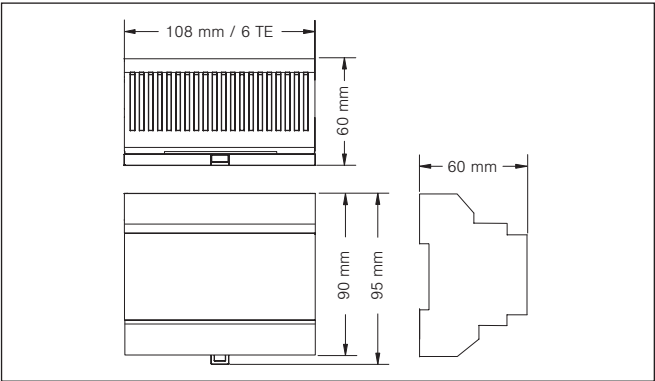
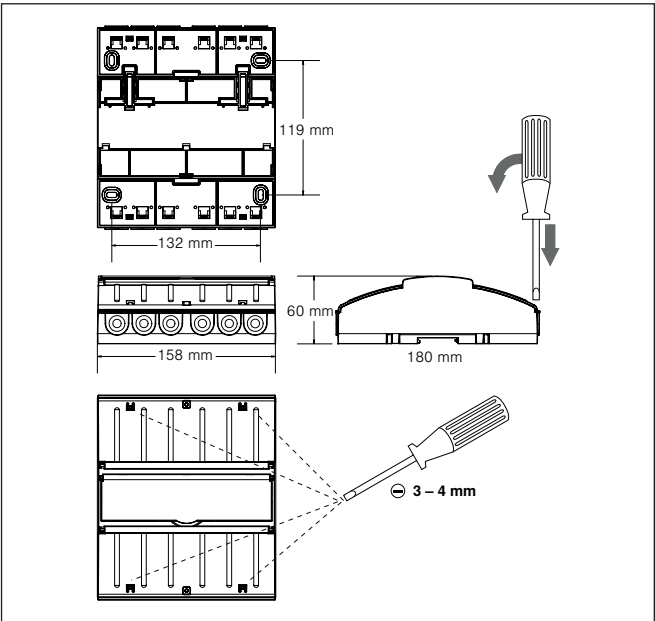

Abb. 3 Abmessungen Reiheneinbaugehäuse 6 TE für Omnexo Schaltaktor 4MDC REG
Abb. 4 Abmessungen AP-Gehäuse
- AP: Führen Sie einen Schlitzschraubendreher (Klinge 3 – 4 mm) in die jeweilige Deckelöffnung ein (siehe Abb. 4) und hebeln Sie den Klappdeckel vorsichtig auf. Wiederholen Sie den Vorgang für die zweite Öffnung des Deckels. Wenn beide Verrastungen gelöst sind, lässt sich der Deckel aufklappen. Den zweiten Deckel können Sie auf die gleiche Weise öffnen. Alternativ kann die AP-Variante auch auf einer Hutschiene (TH 35-15) montiert werden. Für den Einsatz in Feuchträumen ist dieser Gerätetyp nicht geeignet.
| Abmessungen | siehe Abb. 3 und Abb. 4 | | | |